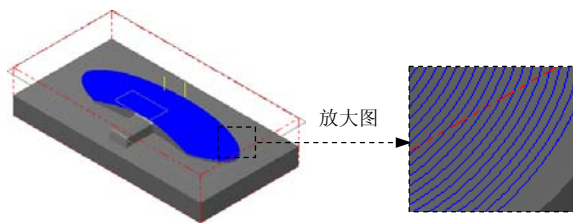

图 9.35 刀具路径
(1) 设置曲面加工参数。在“曲面精加工环绕等距”对话框中单击 **曲面参数** 选项卡,在 **干涉面** 文本框中输入值 0.5, **曲面参数** 选项卡中的其他参数设置保持系统默认设置。
(2) 设置环绕等距精加工参数。
① 在“曲面精加工环绕等距”对话框中单击 **环绕等距精加工参数** 选项卡,在 **环绕等距精加工参数** 选项卡的 **大切削间距 (M)** 文本框中输入值 0.3,在 **整体误差 (T)...** 文本框中输入值 0.01。
② 在 **环绕等距精加工参数** 选项卡中选中 ☒ **切削顺序依照最短距离** 与 ☒ **由内而外环切** 复选框。
③ 单击 **间隙设置 (G)...** 按钮,在系统弹出的“刀具路径的间隙设置”对话框的 **位移小于允许间隙时,不提刀** 区域的下拉列表中选择 **沿着曲面 (S)** 选项。单击 **✓** 按钮,系统返回至“曲面精加工环绕等距”对话框。
④ 单击“曲面精加工环绕等距”对话框中的  按钮，同时在图形区生成图 9.35 所示的刀具路径。